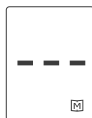

Figura 17
Si no desea borrar la memoria, presione el botón **"SET"** para omitir este paso. Si desea borrar TODA la memoria, mantenga presionado el botón **"M"** durante cinco (5) segundos. Aparecerá **"- - -"**, lo que indica que se borró toda la memoria. Consulte la figura 17.